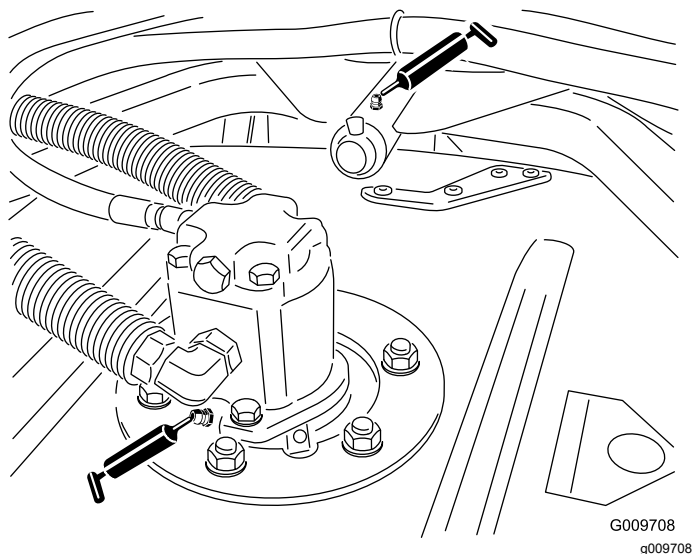

Рисунок 78
- Подшипники шпинделя режущего блока (по 2 шт. на каждый режущий блок), как показано на Рисунок 78
- Втулки несущего рычага режущего блока (по 1 шт. на каждом режущем блоке), как показано на Рисунок 78